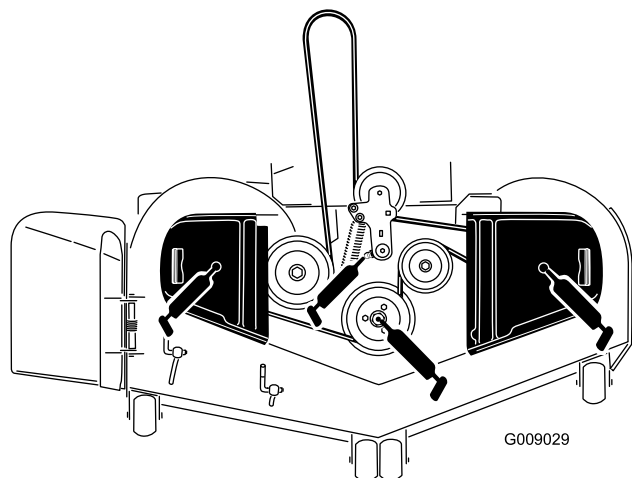

Figure 42
3. Graissez le pivot de la poulie de tension du tablier de coupe jusqu'à ce que la graisse ressorte par le bas (Figure 42).
4. Lubrifiez les roulements des trois axes jusqu'à ce que la graisse ressorte (Figure 42).
5. Graissez le bras de la poulie de tension de la courroie d'entraînement (Figure 42).